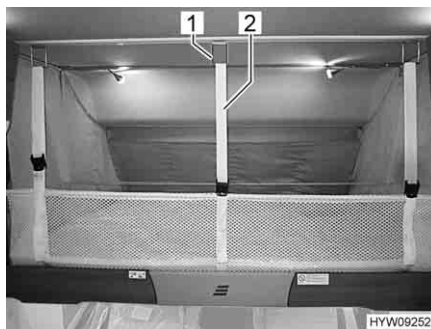

Fig. 106 Letto basculante con rete protettiva
- Staccare le cinture di ritegno (Fig. 106,2) e sistemare la rete protettiva sotto il materasso.
- Agganciare le cinture di ritegno (Fig. 106,2) ai ganci (Fig. 106,1) del soffitto.